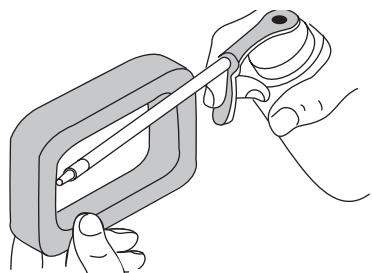

Fig. 30
- Appliquez une quantité suffisante d'huile moteur propre SAE 30 pour enduire légèrement le filtre (Fig. 30).